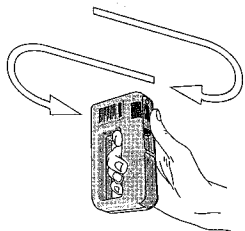

Fig. 2
5. Gerät langsam und gleichmäßig horizontal über die Wand gleiten lassen (Fig. 2).